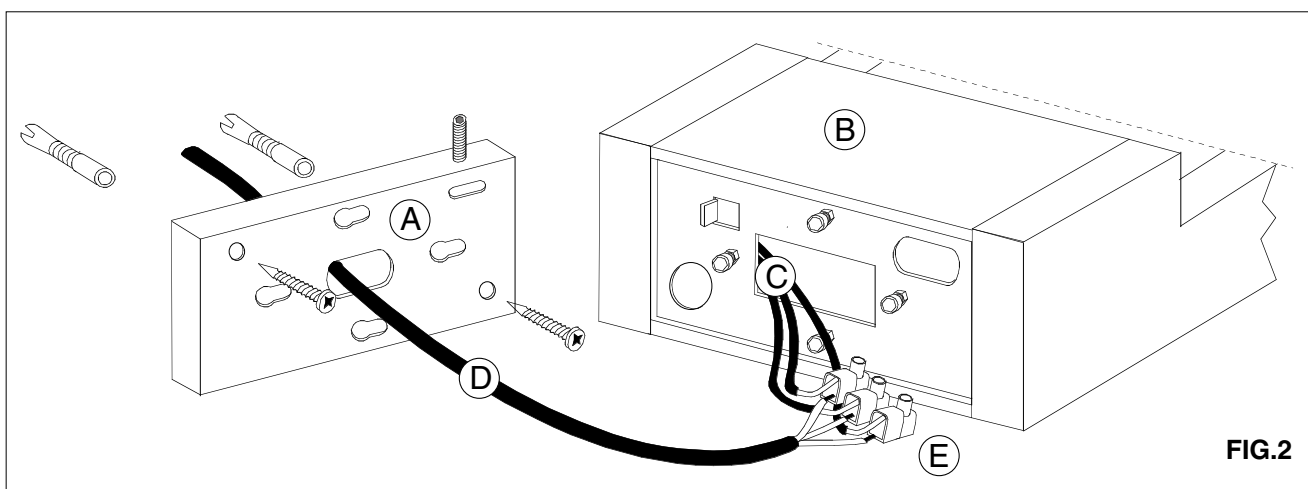

FIG.2
- Far passare il cavo di rete **D** dal foro centrale della piastra **A** e fissarla a parete con tasselli e viti adeguate. **FIG.2**
- Collegare il cavo di rete ai tre capicorda **E** precedentemente estratti dall'apparecchio facendo attenzione a mantenere le polarità. **FIG.2**
- Insert the network cable **D** from the center hole of the plate **A** and fix the plate to the wall with proper screws and dowels. **FIG.2**
- Connect the network cable to the three terminals **E** previously extracted from the fitting, paying attention to the polarity. **FIG.2**
- Faire passer le câble de réseau **D** à travers le trou central de la plaque **A** et fixer la plaque au mur avec des vis et des goujons adéquates. **FIG.2**
- Branchez le câble de réseau sur les trois terminaux **E** précédemment extraits de l'appareil faisant attention à la polarité. **FIG.2**